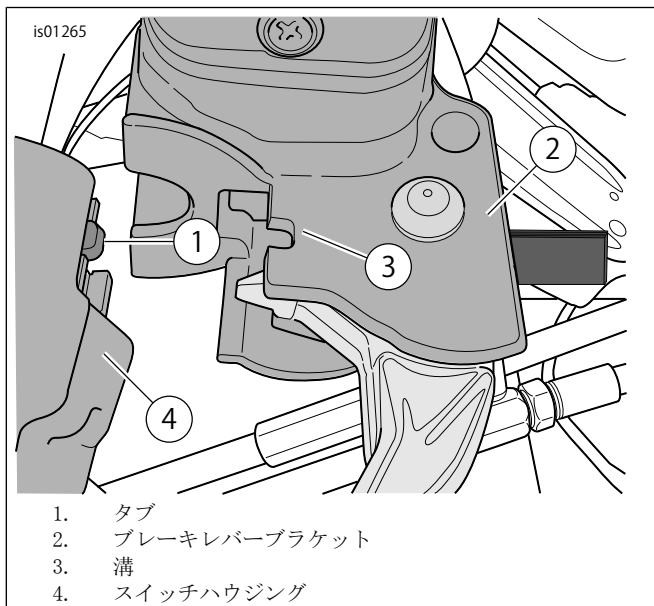

図9。ブレーキレバーブラケットをスイッチハウジングへ
5. 「図9」を参照してください。ブレーキレバー/マスターシリンダーアッセンブリーをスイッチハウジングアッセンブリー(4)の内側に配置し、下側のスイッチハウジングのタブ(1)をブレーキレバーブラケット(2)の上の溝(3)にはめます。